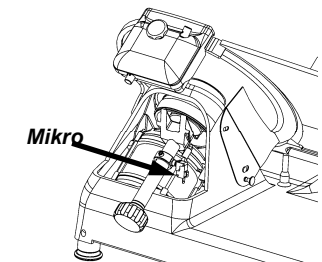

Abb. 25
- Mikroschalter auf der Schneideblattabdeckung, der ein Anhalten der Maschine verursacht, wenn der Zugstab der Abdeckung entfernt wird und ein wiederholtes Einschalten nur dann erlaubt, wenn der Zugstab wieder angebracht wird (Abb.25);